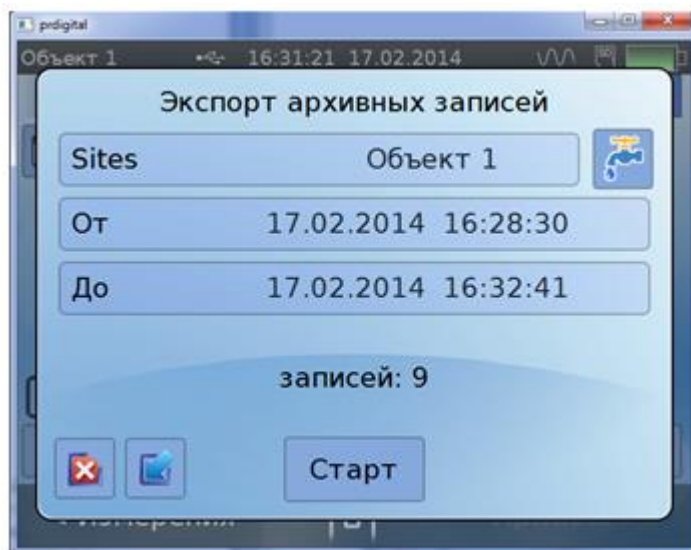

Рис.9. Окно «Экспорт архивных записей».
3.4.6. С помощью программы «prdigital» в меню «**Архивы**» появляется возможность записи архивных данных на персональный компьютер. Для записи архивных данных необходимо нажать кнопку **Экспорт**, в открывшемся окне ввести дату и время начала и окончания требуемого интервала архивирования и нажать кнопку **Старт** (см. рис.9). На ПК открывается окно соответствующей директории, в котором производится запись архивных данных в формате **csv**. Для корректной записи необходимо присвоить файлу номер или название текущего объекта. После нажатия на ПК кнопки «**Сохранить**» начинается передача архивных данных текущего объекта.